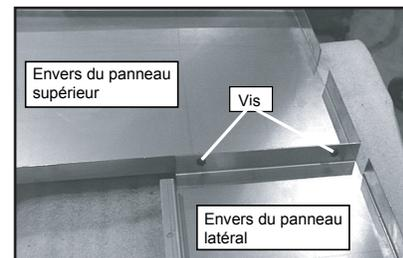

Figure 21.3
1. Fixez le panneau de dessus aux panneaux latéraux au moyen des vis fournies. **Figure 21.3.**